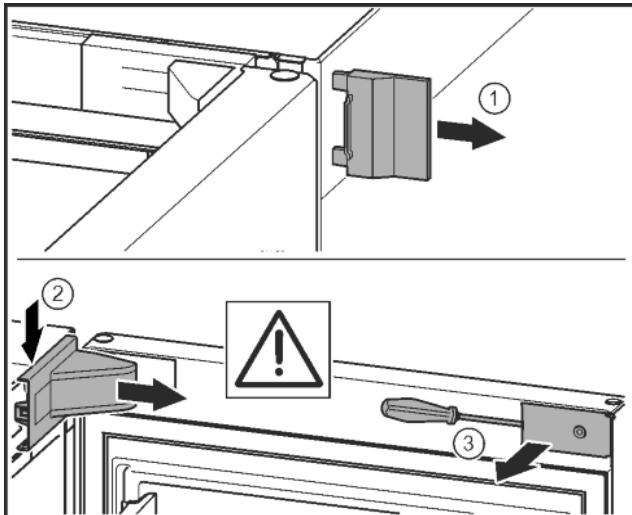

Fig. 6
- Снять внешнюю крышку. Fig. 6 (1)
- При помощи отвертки освободить крышку опорного кронштейна и отсоединить. Снять крышку опорного кронштейна. Fig. 6 (2)
- Шлицевой отверткой вывести накладку из зацепления и отвести в сторону. Fig. 6 (3)